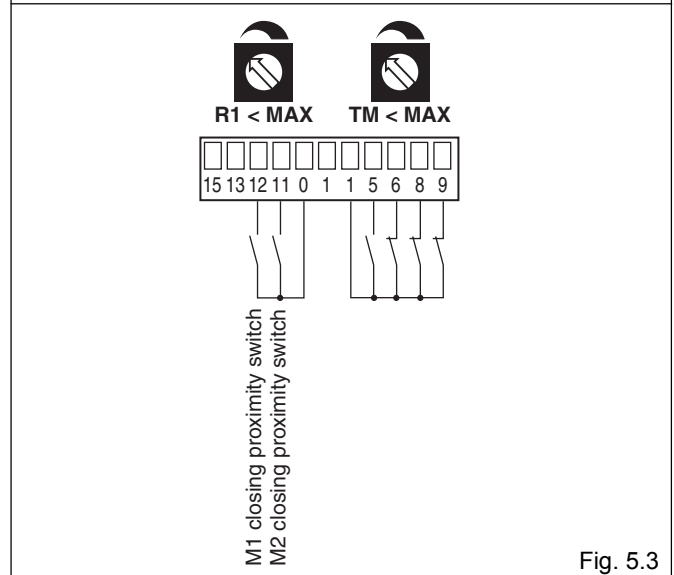

Fig. 5.3
- (Fig. 5.3) **De panelen stoppen op de mechanische aanslagen en keren om op de obstakels.**